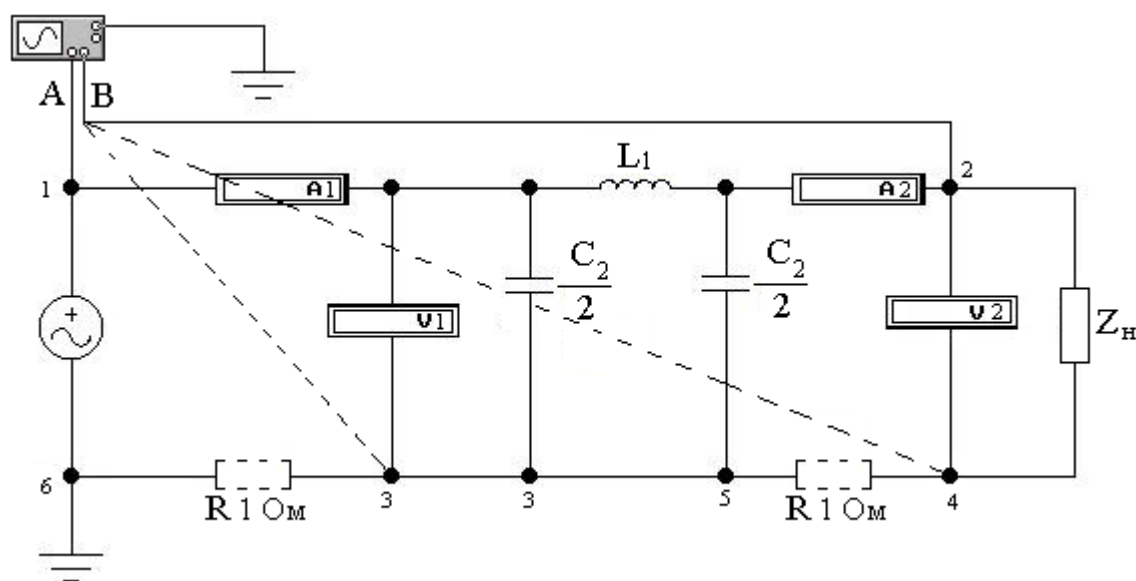

Рисунок 4.1
4.2.1 Собрать электрическую схему (рисунок 4.1).